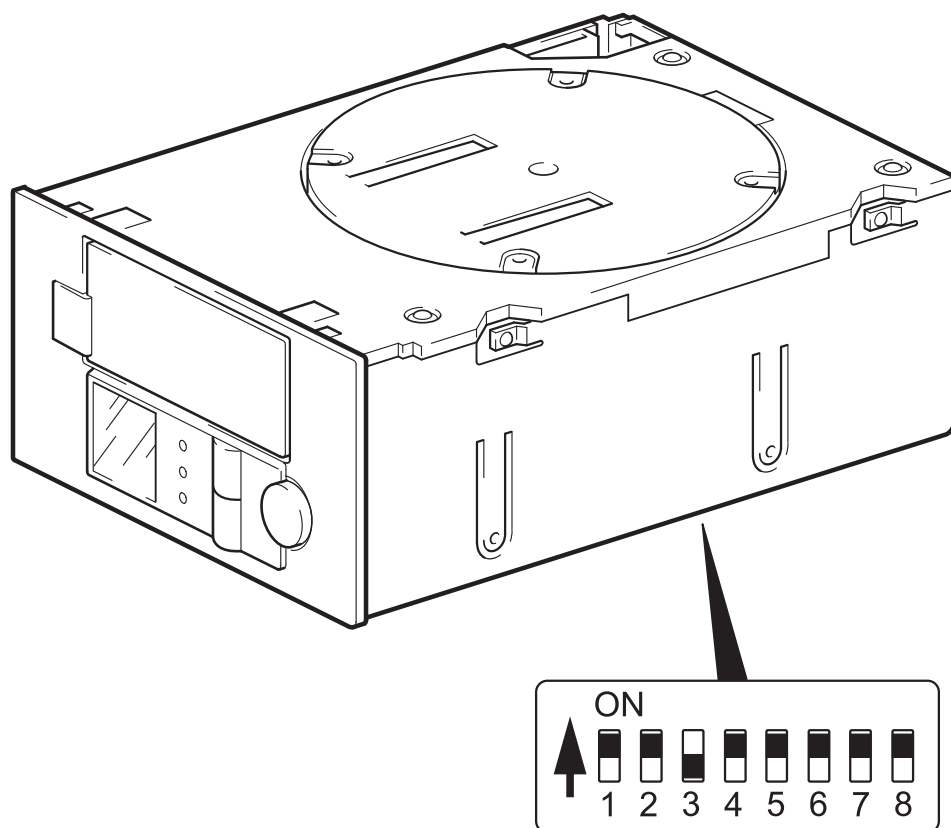

Figure 5 : vérification des interrupteurs de configuration (UNIX)
- 2 Si votre configuration UNIX l'exige, modifiez la position des interrupteurs de configuration situés sous le chargeur automatique : les réglages par défaut sont indiqués à la figure 5.